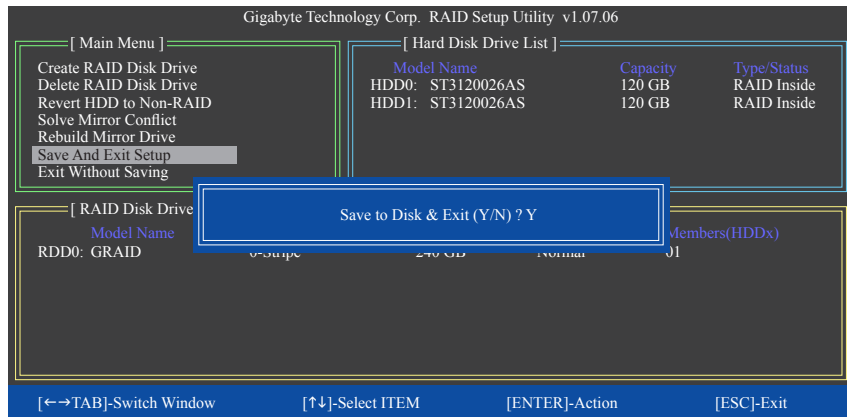

図 10
7. セットアップを保存して終了: RAID アレイを構成した後、メイン画面で **Save And Exit Setup** 項目を選択し、設定を保存してから RAID BIOS ユティリティを終了し、<Y> を押します (図 10)。